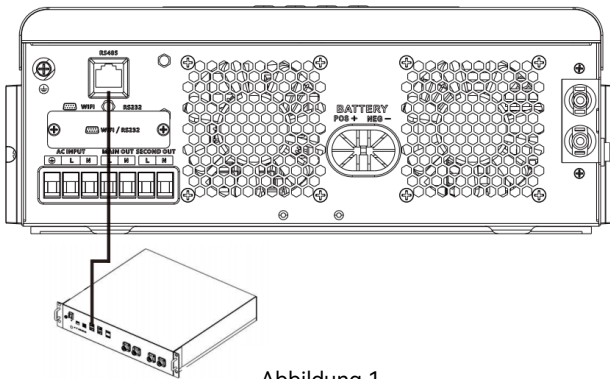

Abbildung 1
Schritt 1. Verwenden Sie das RS485-Kabel, um den Wechselrichter und die Lithiumbatterie gemäß Abbildung 1 zu verbinden.